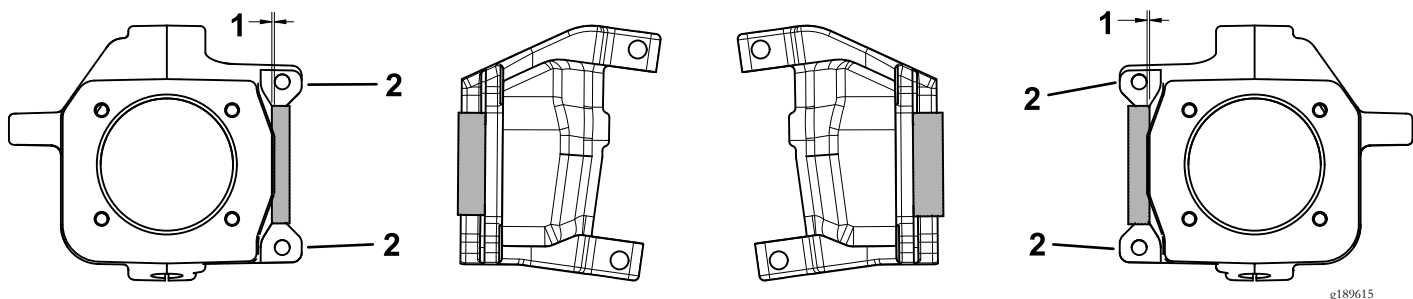

Figura 7
1. Amole 1,78 mm nas mangas da direção direita e esquerda como se mostra na Figura 7.
Importante: Não amole as superfícies que se mostram na Figura 7.